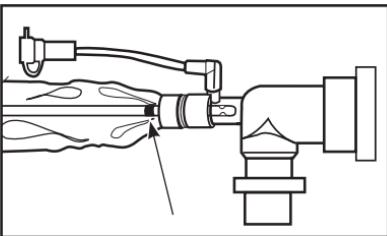

图2 撤出导管。到在套管中看到黑色标记环
3. 按住拇指控制阀，轻轻地撤出导管。到在套管中看到黑色标记环时，停止撤出（图2）。
- 确保在套管中可以看见黑色标记环 (图2)。打开冲洗口上的盖子。